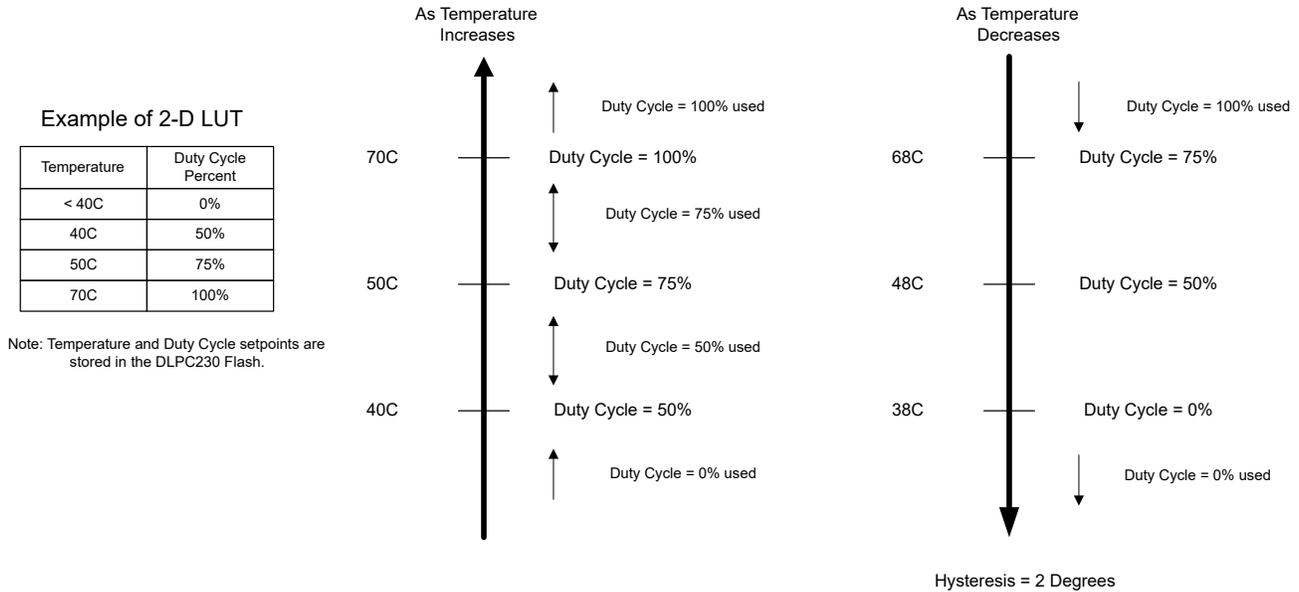

图 5-21. PWM 占空比温度管理示例
有些应用在较高温度下会产生副作用，并需要风扇等主动冷却解决方案。对于使用由 PWM 信号控制的变速风扇的系统，DLPC230-Q1 提供了 PWM 温度管理功能。它旨在对系统温度等级进行自监控，并通过 PWM 占空比自动更新风扇速度。此实现避免了过度设计并减少了一个固定速度风扇的噪声电平。此功能还支持迟滞，以避免在温度区域和占空比电平之间来回切换。仅在温度降低时应用该迟滞。存储在 DLPC230 闪存内的二维 LUT 决定了转换温度和 PWM 占空比，以实现此自动功能。必须在 Automotive DLP Composer (TM) 工具中指定这些参数，其中包括启用/禁用、温度阈值、PWM 占空比百分比、PWM GPIO 引脚和迟滞。图 5-21 展示了一个示例用例。请参阅从节 8.2.33 开始讨论的 PWM 温度管理命令 35h-39h。